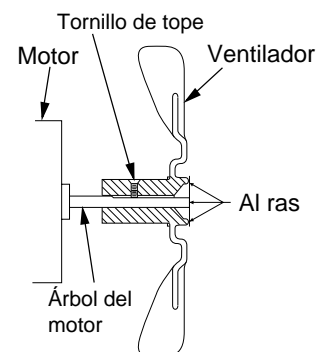

Figura 6 - Vista lateral del ventilador
6. Vuelva a colocar el ventilador en el árbol del motor. Coloque el buje del ventilador al ras con el extremo del árbol del motor (consulte la figura 6).